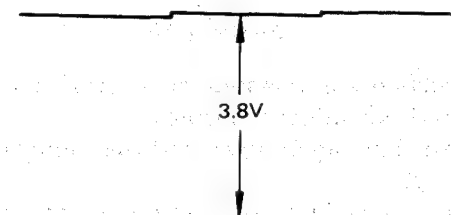

Abbildung 37
2. Auf einem Oszillograph TP5 beobachten und R724 so einstellen, daß wie auf Abbildung 37 gezeigt 3,8V erhalten werden.